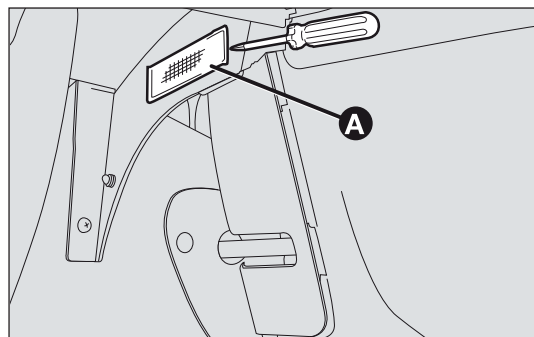

fig. 163
- ☐ mediante il cacciavite in dotazione, estrarre la plafoniera A-fig. 163 agendo nel punto indicato.